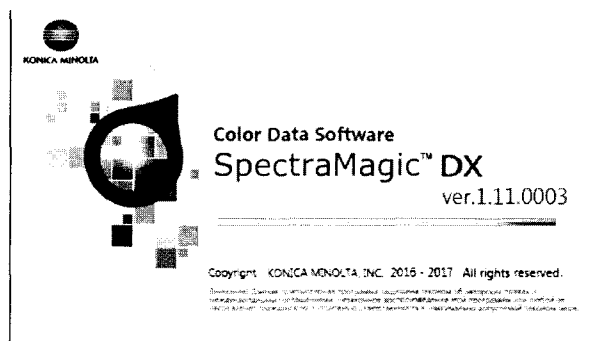

Рисунок 27
8.2.5.1 Запустить программное обеспечение SpectraMagic DX, кликнув два раза на значке на рабочем столе компьютера. Откроется основное окно программы (рисунок 27).